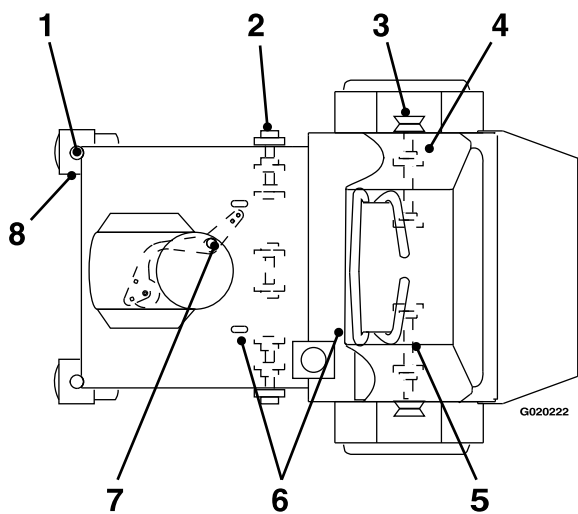

Figura 25
2. Limpie con un trapo los engrasadores (Figura 25).
3. Conecte una pistola de engrasar al engrasador (Figura 25).